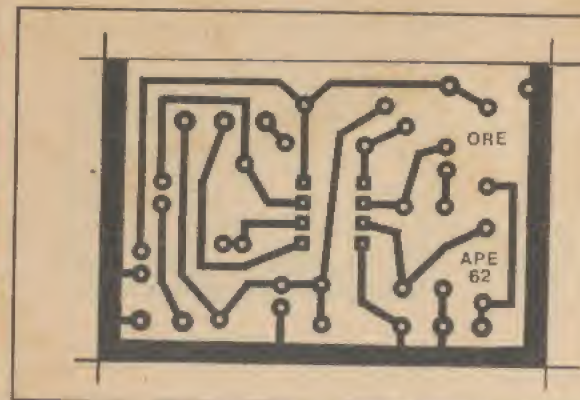

Fig. 2
- FIG. 2 - LAY OUT DO CIRCUITO IMPRESSO ESPECÍFICO - Devido às inevitáveis dimensões não muito modestas da eventual lente acústica, de nada adiantaria forçar a barra no sentido de extrema miniaturização da plaquinha específica de impresso... Assim, optamos por *leiautar* o padrão cobreado de ilhas e pistas (em escala 1:1, na figura...) sem desnecessários aperreios... Com isso, a cópia, traçagem e confecção geral, ficam suficientemente descomplicados mesmo para um hobbysta *começante*... Basta reproduzir fielmente o padrão da figura (as áreas em preto, como sempre, indicam o que deve **restar cobreado** após a corrosão, enquanto que as partes claras indicam as regiões que devem **ver-se livres do cobre** no processo...) e seguir as demais recomendações exaustivamente enumeradas em oportunidades anteriores, aqui mesmo em APE...